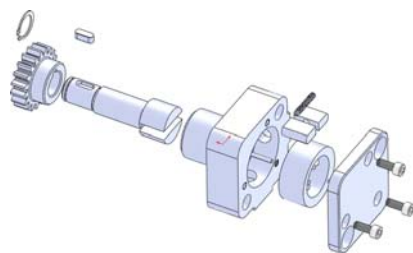

图 8-99 爆炸视图
- 04 重复上面步骤，完成其他爆炸步骤，最终效果如图 8-99 所示。